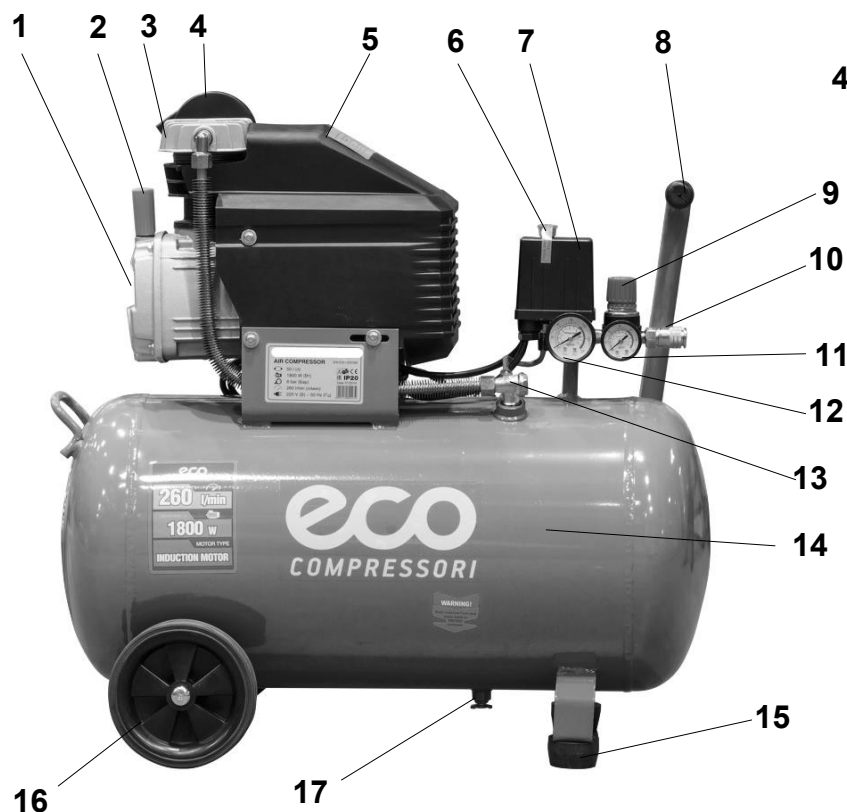
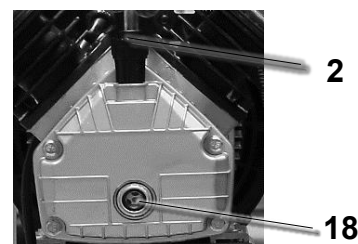

Рис. 1
Рис. 3
- Установите пробку со встроенным сапуном 2 (рис. 1 и 2) маслозаливной горловины.
- Проверьте уровень масла. Он должен быть на уровне верхней кромки "красной точки" контрольного глазка 18 (рис.3) или чуть выше его. При необходимости долейте масла, сняв пробку 2 (рис. 1 и 2) маслозаливной горловины на крышке картера. Помните, что после первых 30 часов работы следует полностью заменить масло одним из типов, в указанных в таблице (п.5.4).
Убедитесь, что на компрессоре установлено защитное ограждение и выключатель 6 на Прессостате 7 находится в выключенном положении (см. рис.1).
После завершения вышеперечисленных операций компрессор готов к эксплуатации. Проверьте, чтобы переключатель 6 на прессостате 7 (рис.1) находился в положении «OFF».
При первом запуске компрессора, оставьте его поработать на время приблизительно 5 минут с полностью открытыми кранами выпуска воздуха. По истечении этого времени, закройте кран и проверьте, чтобы компрессор нагнетал воздух в ресивер 14 (рис.1) и останавливался автоматически по достижении максимального давления, указанного на компрессоре, а также на индикаторе манометра.
ВНИМАНИЕ! Реле давления (прессостат) 7 (рис.1) отрегулировано изготовителем, и не должно подвергаться регулировкам со стороны пользователя.
При помощи регулятора давления 9 (рис.1 и 4), установите требуемое значение: при повороте ручки по часовой стрелке давление увеличивается, при повороте против часовой стрелки — уменьшается.
Значение давления выводится на манометр 11 (рис.1 и 4).
Отсоедините пробку маслозаливной горловины 2 (рис. 1 и 2) и, воспользовавшись специальным приспособлением (шприц маслозаливной), откачайте масло.
Установите пробку маслозаливной горловины 2 (рис.1 и 2) на прежнее место.